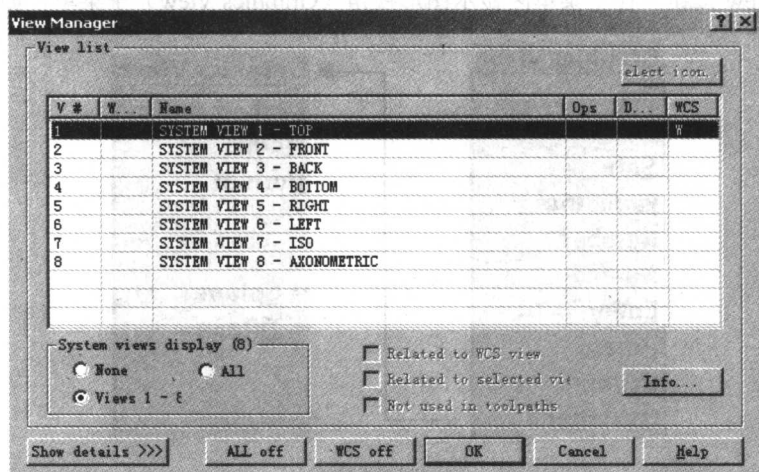

图 1-3
(6) Named: 选择该命令, 系统弹出 View Manager 对话框, 如图 1-3 所示, 在列表中选择一视角后, 选择 OK 按钮, 即可将该视角设置为当前视角。
(6) **Named**: 选择该命令,系统弹出 **View Manager** 对话框,如图 1-3 所示,在列表中选择一视角后,点击 **OK** 按钮,即可将该构图平面设置为当前构图平面。